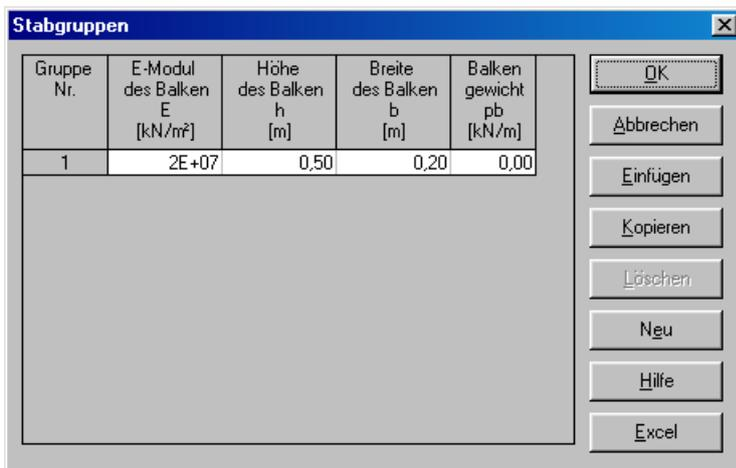

Bild 8-13 Listenfeld "Beschreibung der Stabgruppen"
Danach erscheint das folgende Listenfeld im Bild 8-13.
- Geben Sie die Materialeigenschaften des Balkens, Querschnittabmessungen und das Balkengewicht ein, wie im Bild 8-13 gezeigt. Dies geschieht durch Eingabe des Wertes in der entsprechenden Zelle und Drücken der "Eingabe"-Taste